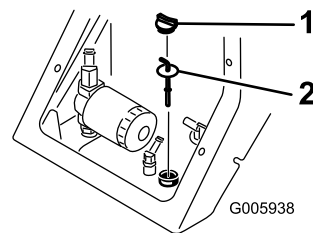

Figura 39
4. Pulite la zona intorno al collo del bocchettone del serbatoio idraulico (Figura 39).
5. Rimuovete il tappo del collo del bocchettone e controllate il livello del fluido sull'asta di livello (Figura 39).